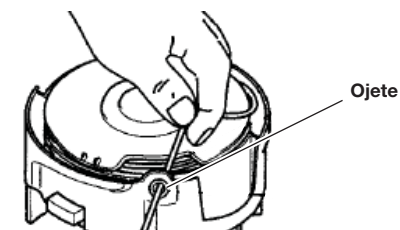

Fig. 19
- Inserte una línea en cada uno de los ojetes del buje (Fig. 19).